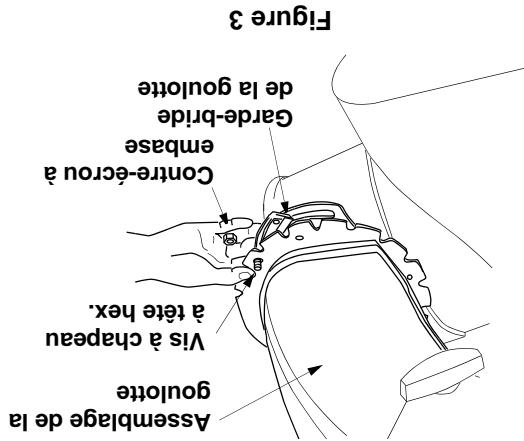

Figure 3
- Faites passer les vis à chapeau à tête hex. à travers les garde-bridges et la goulotte, comme à la Figure 3. Maintenez en place avec des contre-écrous à embase. Serrez avec deux clés de 7/16 po. **Ne serrez pas excessivement.**